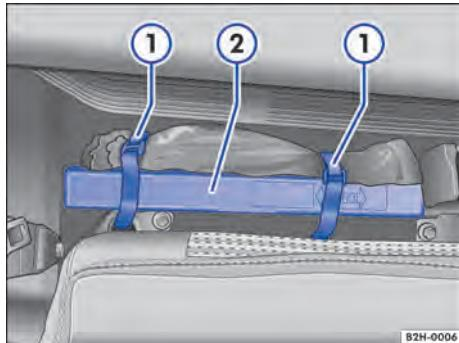

Fig. 168 Atrás do encosto direito do banco traseiro: triângulo de segurança ②.
- Soltar os fechos de velcro → Fig. 168 ① e retirar o triângulo de segurança ②.